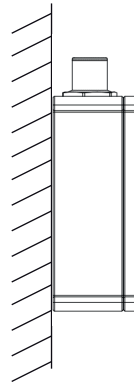

Abb. 4 Standard-Befestigungsposition für präziseste Messung ohne Verkipfung des Sensors
**i** Für präziseste Messungen sollte der Sensor wie gezeigt ohne Verkipfung positioniert werden, siehe Abb. 4.